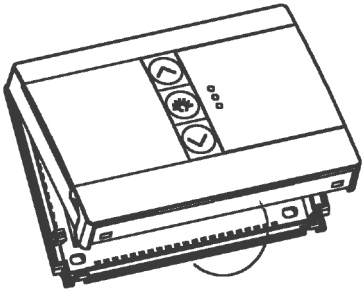

Figure 2
- Retirez la plaque murale de votre thermostat en appuyant sur la languette de dégagement en bas du thermostat. Voir figure 2.